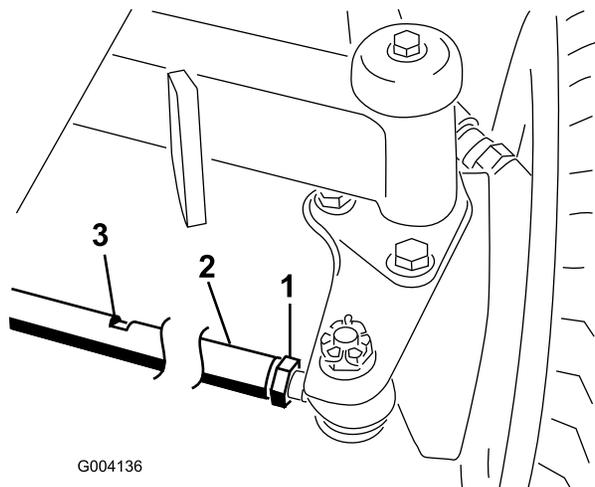

Figura 70
2. Allentate il controdado da ciascun lato del tirante (Figura 70).